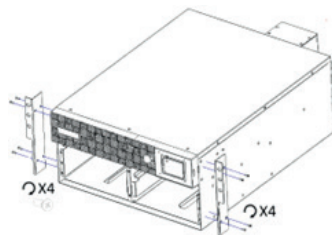

Рисунок 4
4. Прикрепите монтажные уши к левой и правой передним стенкам ИБП (рис. 4).